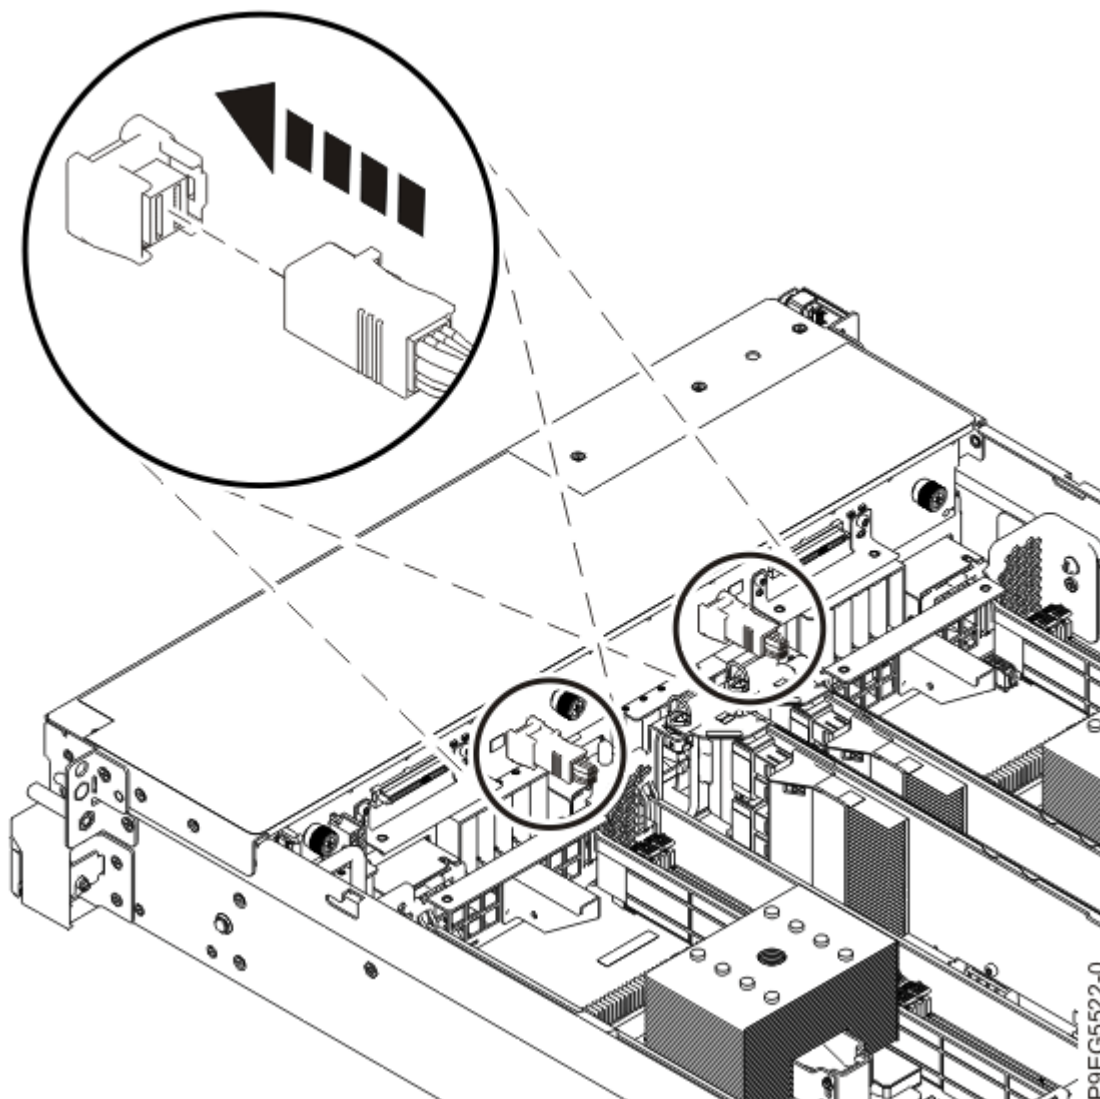

Abbildung 16. Vorderes SAS-Kabel wieder anschließen
5. Schließen Sie die vorderen SAS-Kabel mithilfe Ihrer Beschriftungen wieder an die Plattenlaufwerksrückwandplatine an (siehe Abbildung 16 auf Seite 18).